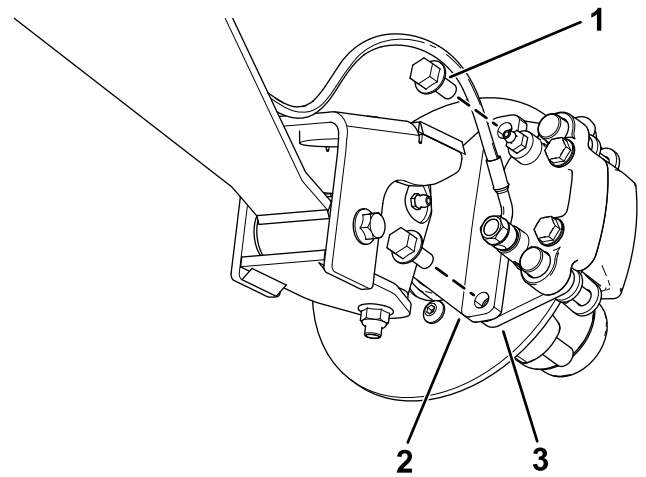
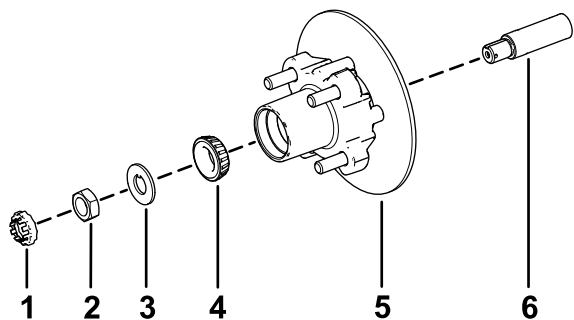

Bild 28
Bild 32
3. Entfernen Sie die Bundkopfschrauben ($\frac{3}{8}$ " x $\frac{3}{4}$ "), mit denen die Halterung für die Bremse an der Spindel befestigt ist, und nehmen die Bremse von der Spindel ab (Bild 28).
1. Fetten Sie die Spindel leicht mit der angegebenen Fettsorte ein (Bild 32).
2. Montieren Sie die Radnabe und den Drehzylinder an der Spindel mit dem Drehzylinder innen (Bild 32).
3. Montieren Sie das Außenlager an der Spindel und setzen das Lager auf den äußeren Lagerring (Bild 32).
4. Legen Sie die Nasenscheibe auf die Spindel (Bild 32).
5. Schrauben Sie die Spindelmutter auf die Spindel und ziehen Sie die Mutter auf ein Drehmoment von 15 N·m an, während Sie die Radnabe drehen um das Lager zu fixieren (Bild 32).
2. Fluchten Sie die Bremsbeläge mit jeder Seite des Drehzylinders (Bild 28) und die Löcher in der Bremsbackenhalterung mit den Löchern im Bremsenhalter des Spindelrahmens aus (Bild 32).
3. Befestigen Sie den Bremsbackenhalterung mit den beiden Bundkopfschrauben ($\frac{3}{8}$ " x $\frac{3}{4}$ ") am Spindelrahmen (Bild 28).